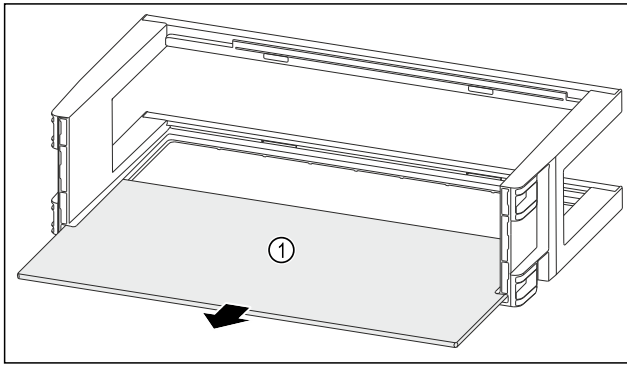

Fig. 113
- Дістаньте полицю Fig. 113 (1).